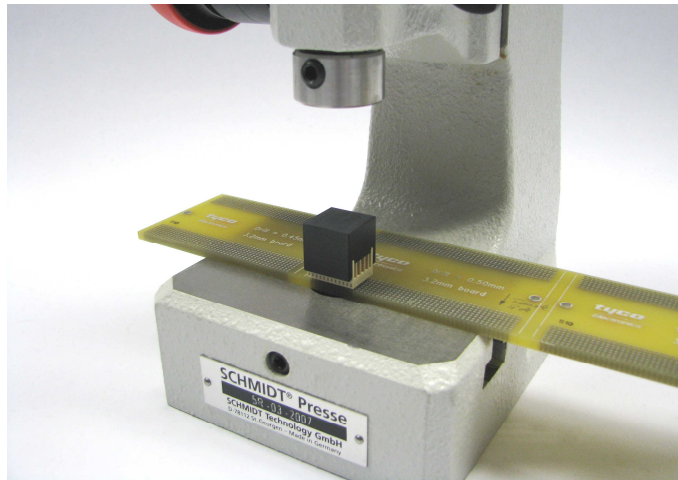

Abbildung 7
3. Nun wird die Leiterplatte mit Messerleiste und Eindrück-Block unter dem Stempel der Presse positioniert (siehe Abbildung 7).